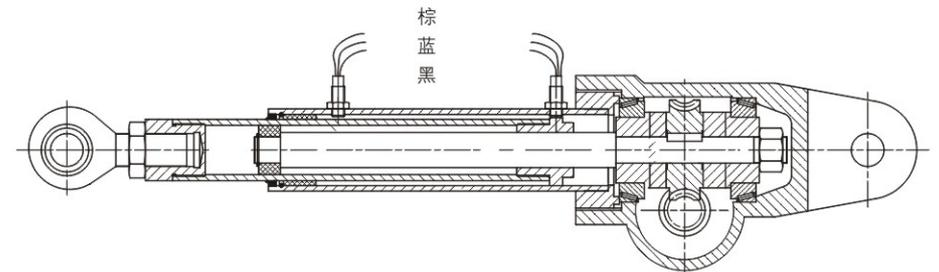

图1.10 带有接近式限位开关的推杆
接近感应开关 FCP（图1.10）安装固定在护管上的要求位置，通常不可调整。其控制线路参见供应商的资料。以上限位开关通常是常闭形式，且必须连接到控制电路中，不能直接连接在主电路中。
D. 带有接近式限位开关FCP 的推杆(图1.10)，与上述类似。